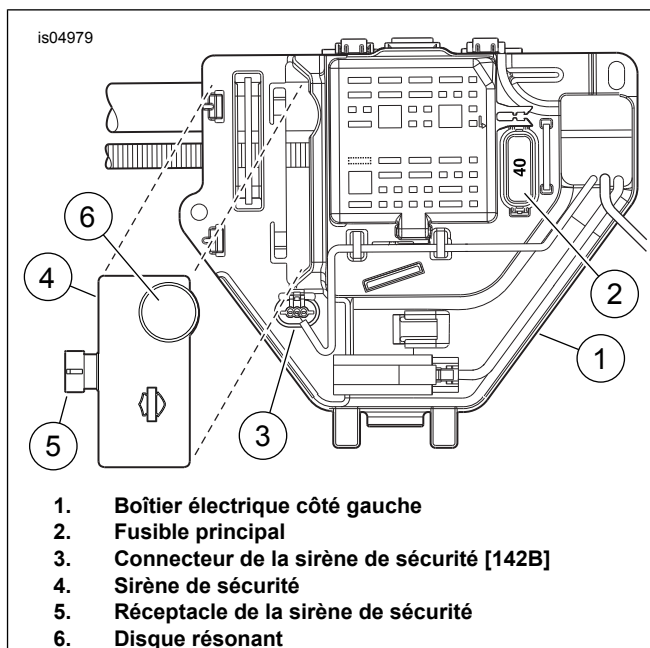

Figure 18. Touring et Trike 2008-2013
4. Figure 18 Retirer le connecteur de la sirène de sécurité [142B] (3) du dispositif de retenue sur le boîtier électrique. Insérer le connecteur de la sirène de sécurité [142B] dans la prise du boîtier de la sirène (5) jusqu'à ce que le connecteur s'enclenche fermement.
5. Glisser la sirène en place sur le côté gauche du boîtier électrique de sorte que le disque de la sirène (6) soit tourné vers l'extérieur.